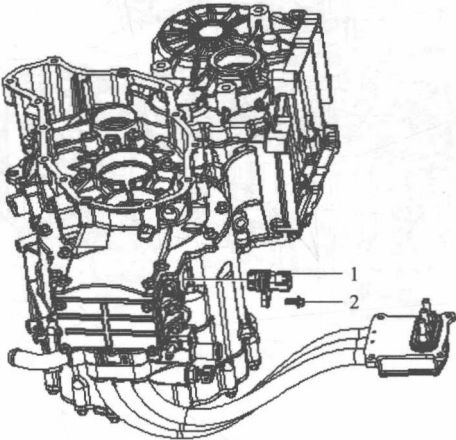
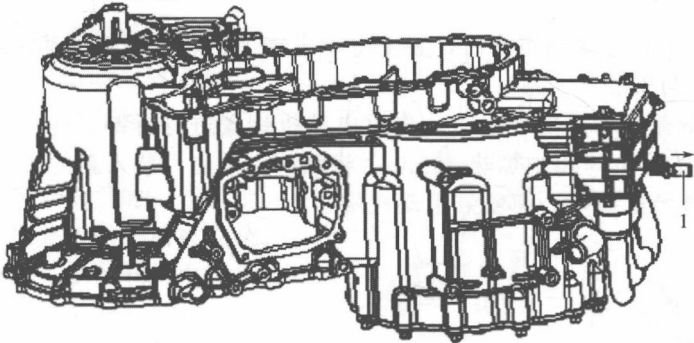

图 1-1-4
图 1-1-5
(1) 旋变/温感接插件拆卸
❶ 用扳手将 M6×16 六角法兰面螺栓 2 拆下 (图 1-1-4)。
❷ 将旋变/温感接插件 1 取出来, 用斜口钳将旋变接插件中间部分取下。
❸ 取新的旋变/温感接插件, 连上旋变/温感引线端插件, 在旋变接插件密封圈处涂上一层油脂。再将旋变/温感接插件插入后箱体配合孔内。最后安装 M6×16 六角法兰面螺栓 2, 力矩为 12N·m。
(2) 通气阀拆卸
❶ 用活动扳手将通气阀 1 拆下 (图 1-1-5)。
❷ 取新的通气阀, 涂上一层密封胶, 再用活动扳手将通气阀装到后箱体上。